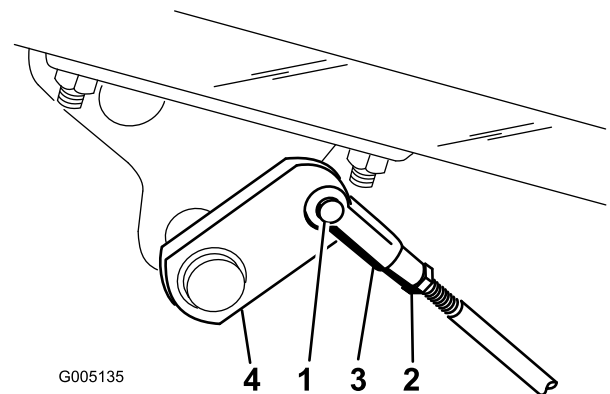

Figura 39
2. Si los frenos no se bloquean en la misma medida, desconecte las varillas de los frenos retirando el pasador y la chaveta (Figura 39).
3. Afloje la contratuerca y ajuste la horquilla (Figura 39).
4. Monte la horquilla en el eje del freno (Figura 39).